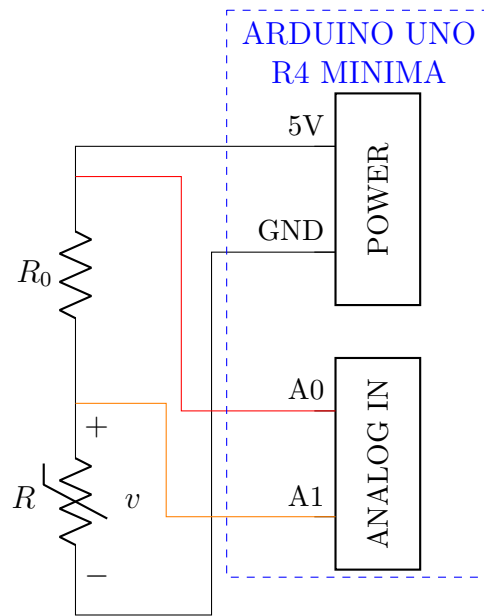

Figura 2.1: Conexión de circuito para el Laboratorio 3
- a. Arme el circuito tal como se muestra en la Figura 2.1.